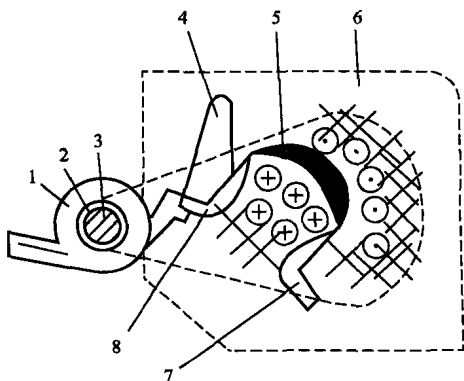

图1-3 磁吹灭弧原理示意图
(1) 机械灭弧法。机械灭弧法是通过机械装置将电弧迅速拉长,适用于低压开关电器领域。
(2) 磁吹灭弧法。图1-3所示为磁吹灭弧装置示意图。由磁吹线圈、引弧角和导弧磁夹板等部件组成。由图可知,磁吹线圈产生的磁场其磁通比较集中,它经铁芯和导弧磁夹板进入电弧空间。于是,电弧在磁场的作用下,在灭弧罩内部迅速向上运动,并在引弧角处被拉到最长。在运动过程中,电弧一方面被拉长,另一方面又被冷却,因此电弧能迅速熄灭。该方法适用于低压直流接触器等领域。
(3) 窄(纵)缝灭弧法。在电弧所形成的磁场电动力的作用下,可使电弧拉长并进入灭弧罩